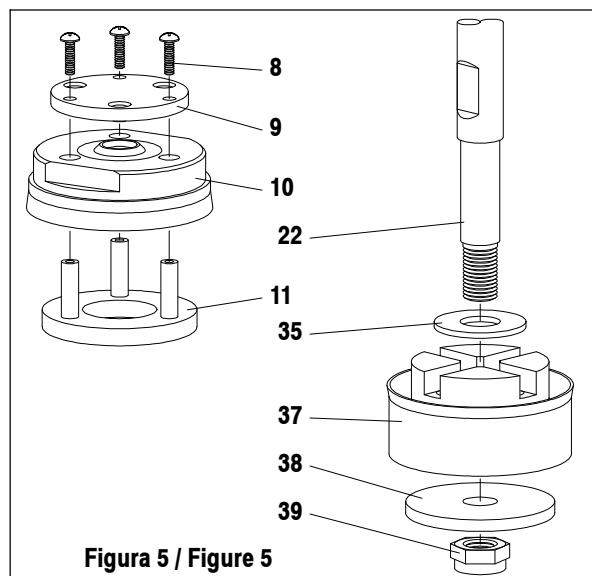

Figura 5 / Figure 5
- Revise si la copa (37) está desgastada o dañada. Cambie la copa (consulte las instrucciones de la bomba y la figura 5).